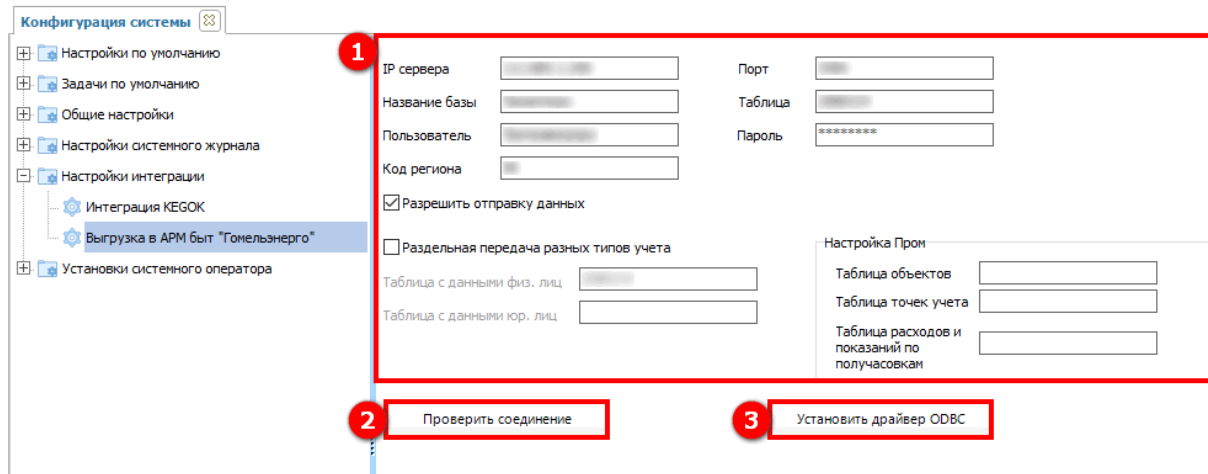

Рисунок 242 – Выгрузка в АРМ быт «Гомельэнерго»
Подраздел содержит настройки, необходимые для осуществления передачи данных в АРМ быт «Гомельэнерго». Вводим необходимые параметры настроек (1) (см. рисунок 242) для передачи данных в АРМ быт «Гомельэнерго». Отправка данных будет возможна в случае проставления отметки в поле **Разрешить отправку данных**.